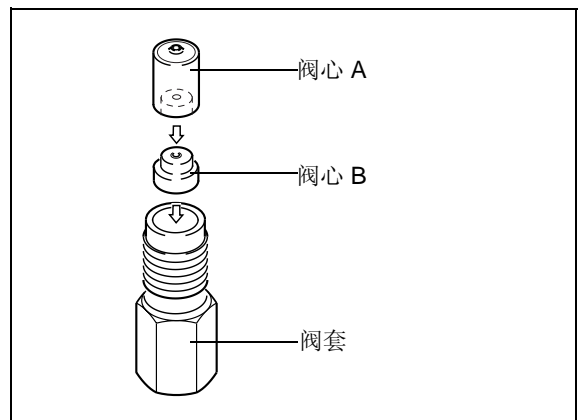

图 8.28
- 不要将进口单向阀倒置。否则内部的阀心可能会掉落。如果阀心从阀套中掉落，应按照 "图 8.28" 所示重新正确组装。